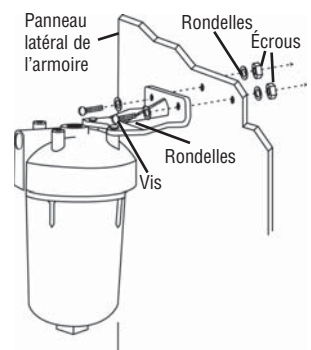

Figure 2
2. Retirer le tiroir de l'armoire (au besoin) et percer deux trous de 5,6 mm (7/32 po) de diamètre dans la paroi de l'armoire. Fixer le filtre au mur à l'aide des boulons et écrous fournis. Utiliser des rondelles des deux côtés du mur. Fixer le filtre au panneau latéral de l'armoire lui assurera un support solide et rigide. (Figure 2)